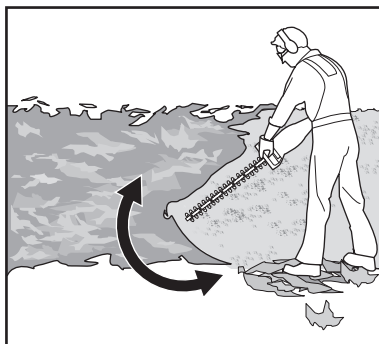

Fig. 6
- Segure sempre firmemente o produto com ambas as mãos pelas pegas dianteira (3) e traseira (7). Nunca utilize esta máquina com apenas uma mão.
- Primeiro, corte de ambos os lados, partindo da parte inferior em direção à parte superior. Isto impede a queda de plantas cortadas no percurso da área ainda a cortar (Fig. 6).